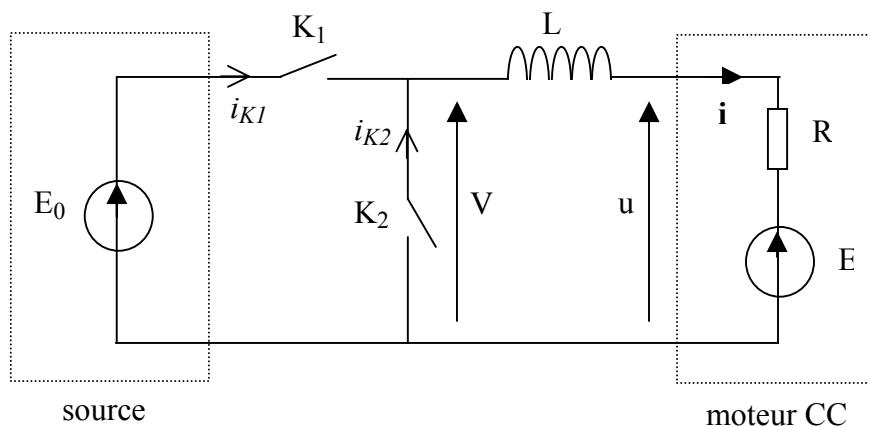

Figure 3
Pour alimenter le moteur à courant continu à partir d'une source (batteries) délivrant une tension continue fixe  $E_0$ , on réalise le montage à deux interrupteurs  $K_1$  et  $K_2$  de la figure 3. Une bobine d'inductance  $L$  est placée en série avec le moteur. La résistance de la bobine est négligée.
**2.2.4.1.** Représenter le circuit électrique (comprenant le moteur à courant continu) qui équivaut au montage de la figure 3 dans chaque phase de fonctionnement ( $0 \leq t < \alpha T$  d'une part et  $\alpha T \leq t < T$  d'autre part).